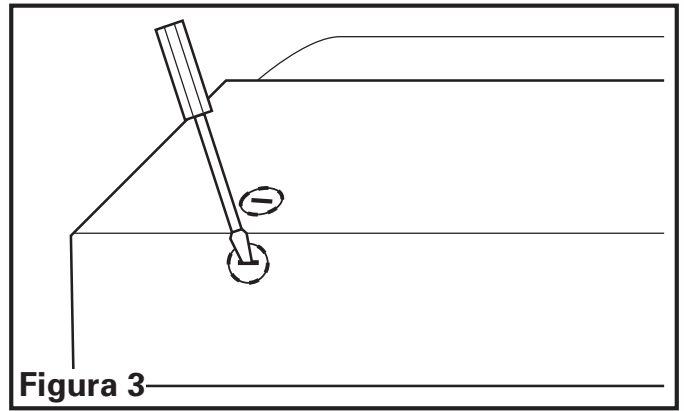

Figura 3
- Determine por donde ingresará el suministro eléctrico en la campana y retire la placa desmontable eléctrica apropiada insertando un destornillador dentro de la ranura y moviéndolo hacia delante y hacia atrás hasta que la placa desmontable quede suelta (**Figura 3**).